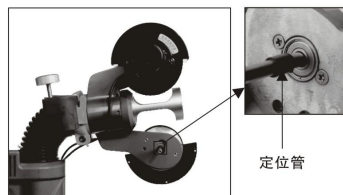
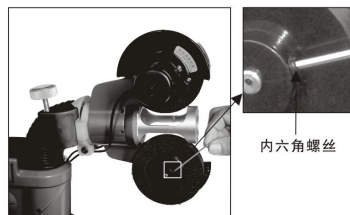

图1
图2
2. 用内六角匙卸下上、下两旋转轮，先将定位管装到加长轴上(如图1)，然后用附送的两旋转轮装到上、下两附板电机上，用内六角匙装紧两旋转轮，固定好旋转轮上的内六角螺丝(如图2)，稍微拧松附板螺丝，再用一个乒乓球夹紧在两旋转轮之间，使两旋转轮之间的距离大约为36.5~37毫米，然后固定好附板螺丝。